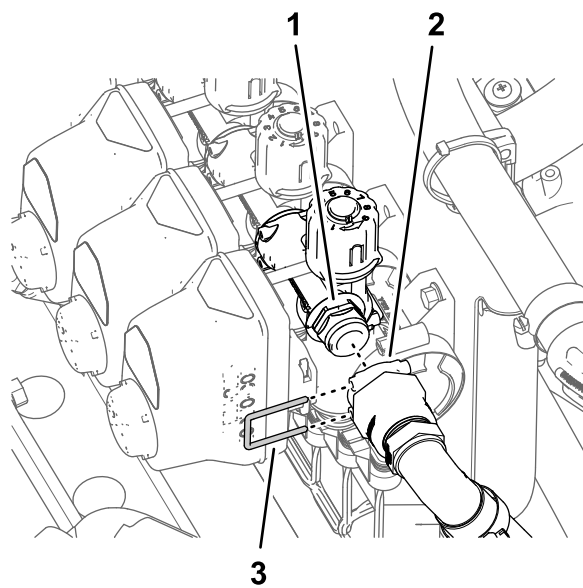

图113
2. 将旁通阀软管的快速连接接头安装到喷嘴阀 10 旁通阀的快速连接接头上图113。
3. 用卡环固定旁通软管快速断开接头和旁通阀图113。